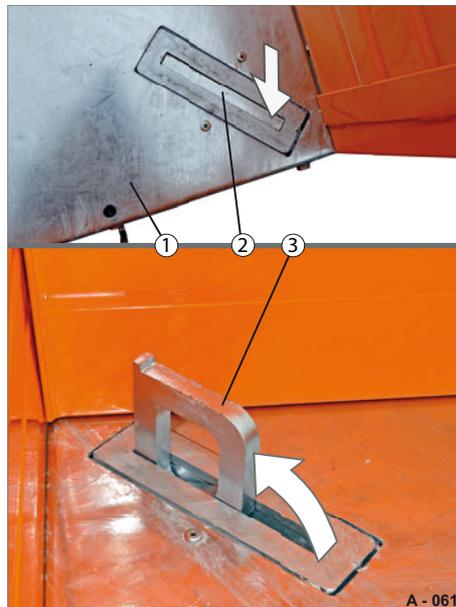

Abb. 68 Zurrpunkte, in den Ladefläche-Ecken
- ▶ Drücken Sie den Schwert-Zurrbügel (Abb. 68/2) von der Ecke aus, nach unten und ziehen Sie diesen von der anderen Seite heraus.